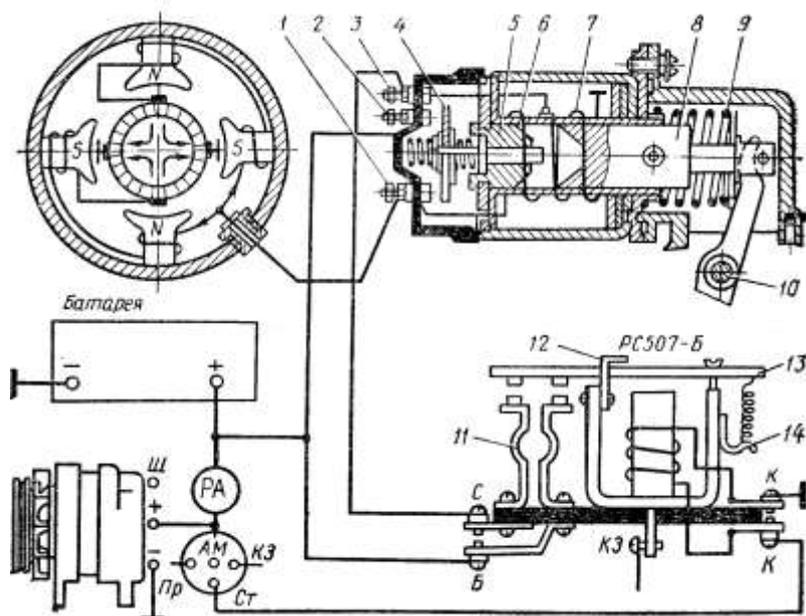

Рис. 53 Схема системы пуска двигателя:
1. Найдите на схеме (рис. 53) изображенные приборы системы пуска двигателя: аккумуляторную батарею, стартер СТ230-А с электромагнитным тяговым реле РС230, реле включения РС507-Б, выключатель стартера, соединительные провода. Разберитесь с назначением перечисленных приборов.